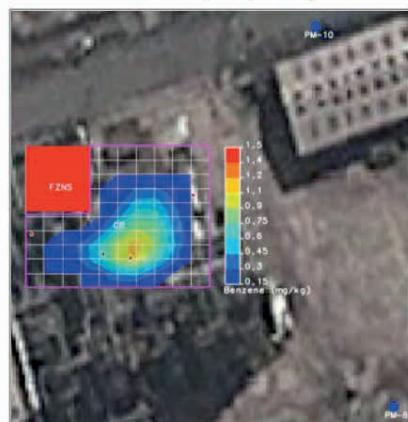

Figura 2.158 Opções de mapas de Cubagem.
- **Mapas da Cubagem:** ao clicar no item *Cubagem*, aparece o nome da área acrescida do tipo de interpolação de dados configurados no módulo *Remediação*. Em seguida, são apresentadas as camadas de solo com seus respectivos intervalos na profundidade “z”. A cada camada são apresentados os seguintes mapas (Figura 2.158): *mapa total* (A), que representa uma estimativa da área a ser cubada, e que é delimitada a partir de todas as *substâncias presentes no solo da camada analisada* (B e C); e *mapa de concentração no solo* para cada substância (D).